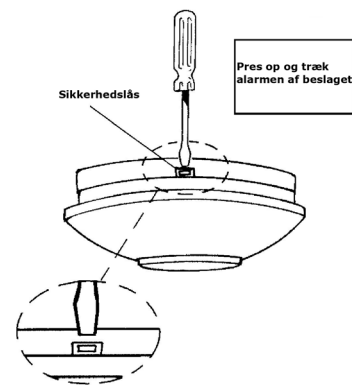

Fig. 5
skruetrækker - se fig. 5
- Frigør forsigtigt røgalarmen fra monteringsbeslaget ved at trykke op på den lille låsemekanismen på beslagets side. brug evt. en lille skruetrækker - se fig. 5